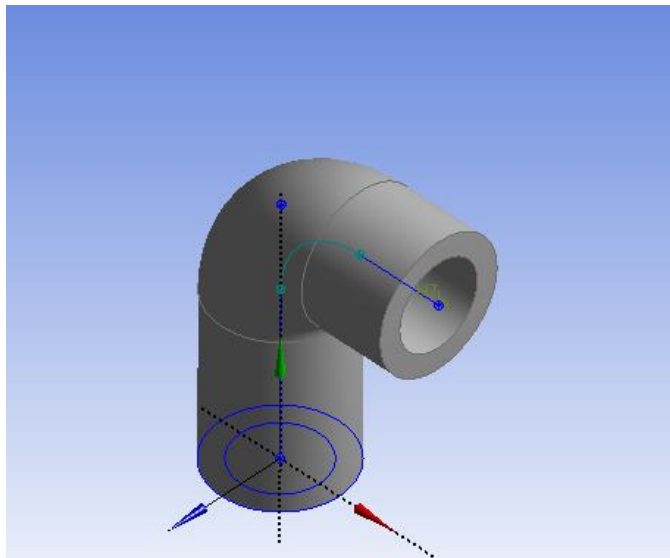

Рис. 1. Загальний вигляд коліна трубопроводу.
**Тема роботи:** Знайомство з середовищем *AnsysWorkbench* та набуття практичних навичок побудови геометричної моделі трубопроводу, загальний вигляд якої наведений на рис. 1.